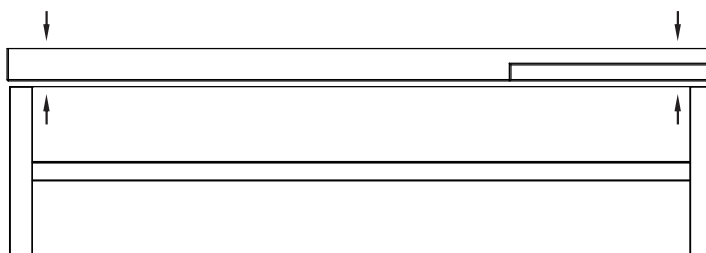
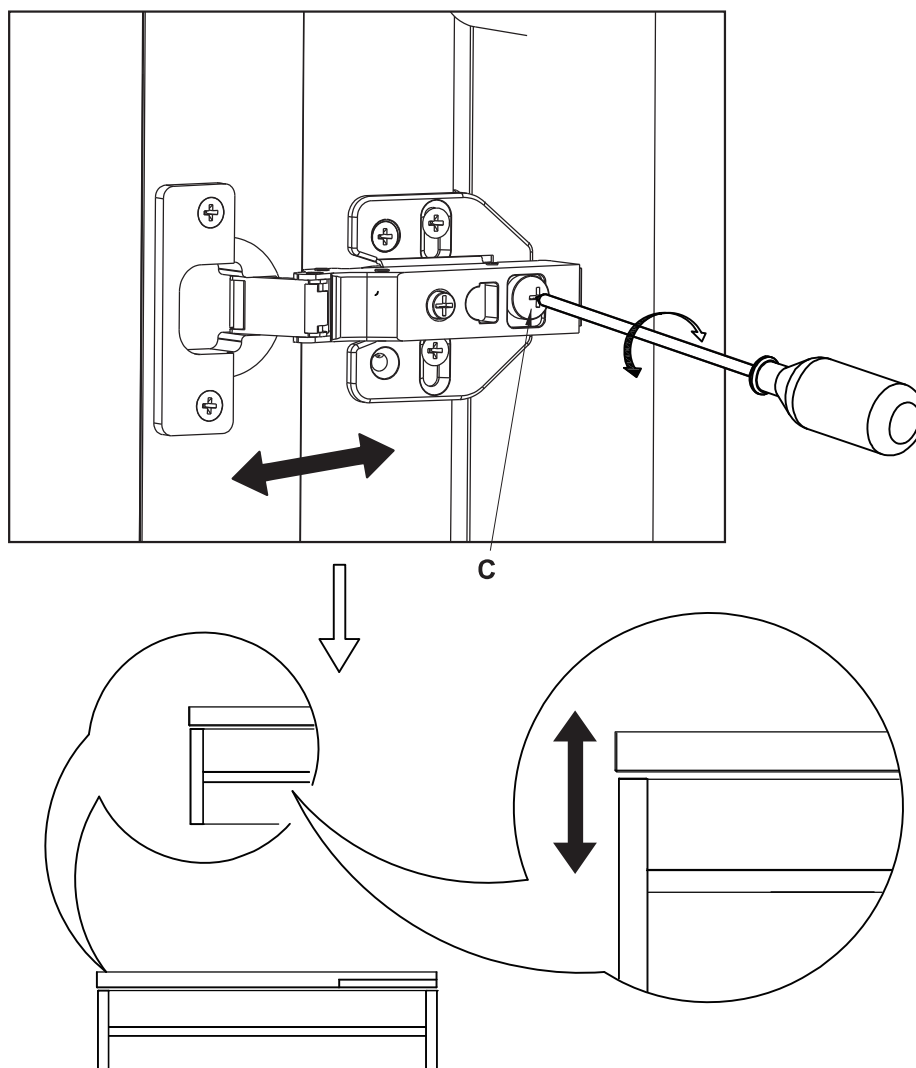

Abb. 8
Abb. 9
3.2 Wenn die Schranktür nicht eben ist (Abb. 8), passen Sie den Abstand zwischen Tür und Schrank an, indem Sie die Schraube (C) so einstellen, dass beide Türen eben sind (Abb. 9).